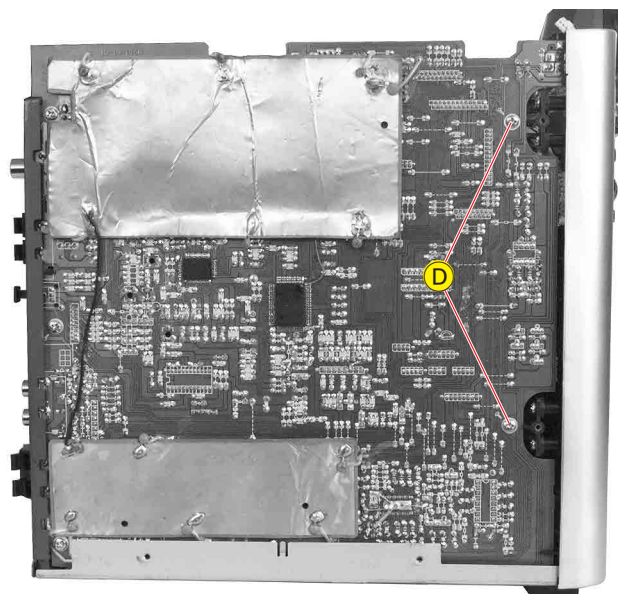

Fig. 4
- 2 Schrauben (D) (Fig. 4) herausdrehen.
- Undo 2 screws (D) (Fig. 4).